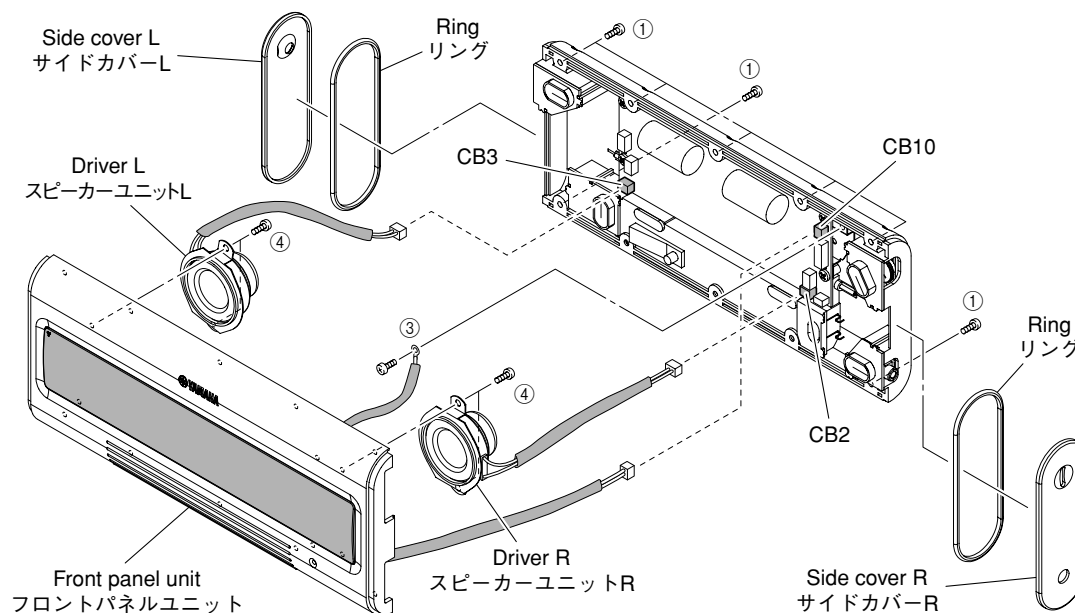

Fig. 1
- Remove 2 rings. (Fig. 1)
- Remove side cover L. (Fig. 1)
- Remove side cover R. (Fig. 1)
- Remove 7 screws (①). (Fig. 1)
- Remove CB10. (Fig. 1)
- Remove front panel unit. (Fig. 1)
- Remove screw (③) and 4 screws (④). (Fig. 1)
- Remove CB3 (driver L) and CB2 (driver R). (Fig. 1)
- Remove the driver L/R. (Fig. 1)
- リング2個を外します。(Fig. 1)
- サイドカバーLを外します。(Fig. 1)
- サイドカバーRを外します。(Fig. 1)
- ①のネジ7本を外します。(Fig. 1)
- CB10を外します。(Fig. 1)
- フロントパネルユニットを外します。(Fig. 1)
- ③のネジ1本、④のネジ4本を外します。(Fig. 1)
- CB3(スピーカーユニットL)、CB2(スピーカーユニットR)を外します。(Fig. 1)
- スピーカーユニットL/Rを取り外します。(Fig. 1)